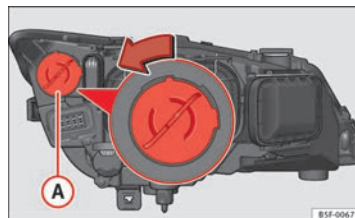

Fig. 141 Ampoule des feux de jour
- Tournez le support d'ampoules ⇒ fig. 141 A vers la gauche puis tirez.